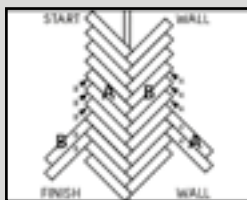

Fig. 7
8. Commencez par le « mur de fin » et faire glisser le joint final d'une lame « B » dans le côté d'une lame « A ». Faire glisser la lame « B » dans l'extrémité de la lame « A » à un angle léger jusqu'à ce qu'elle soit bien serrée (Figure 7).
- Note : en cas de décalage par rapport à l'axe, il est possible de recaler le sol en avant ou en arrière (Figure 7).